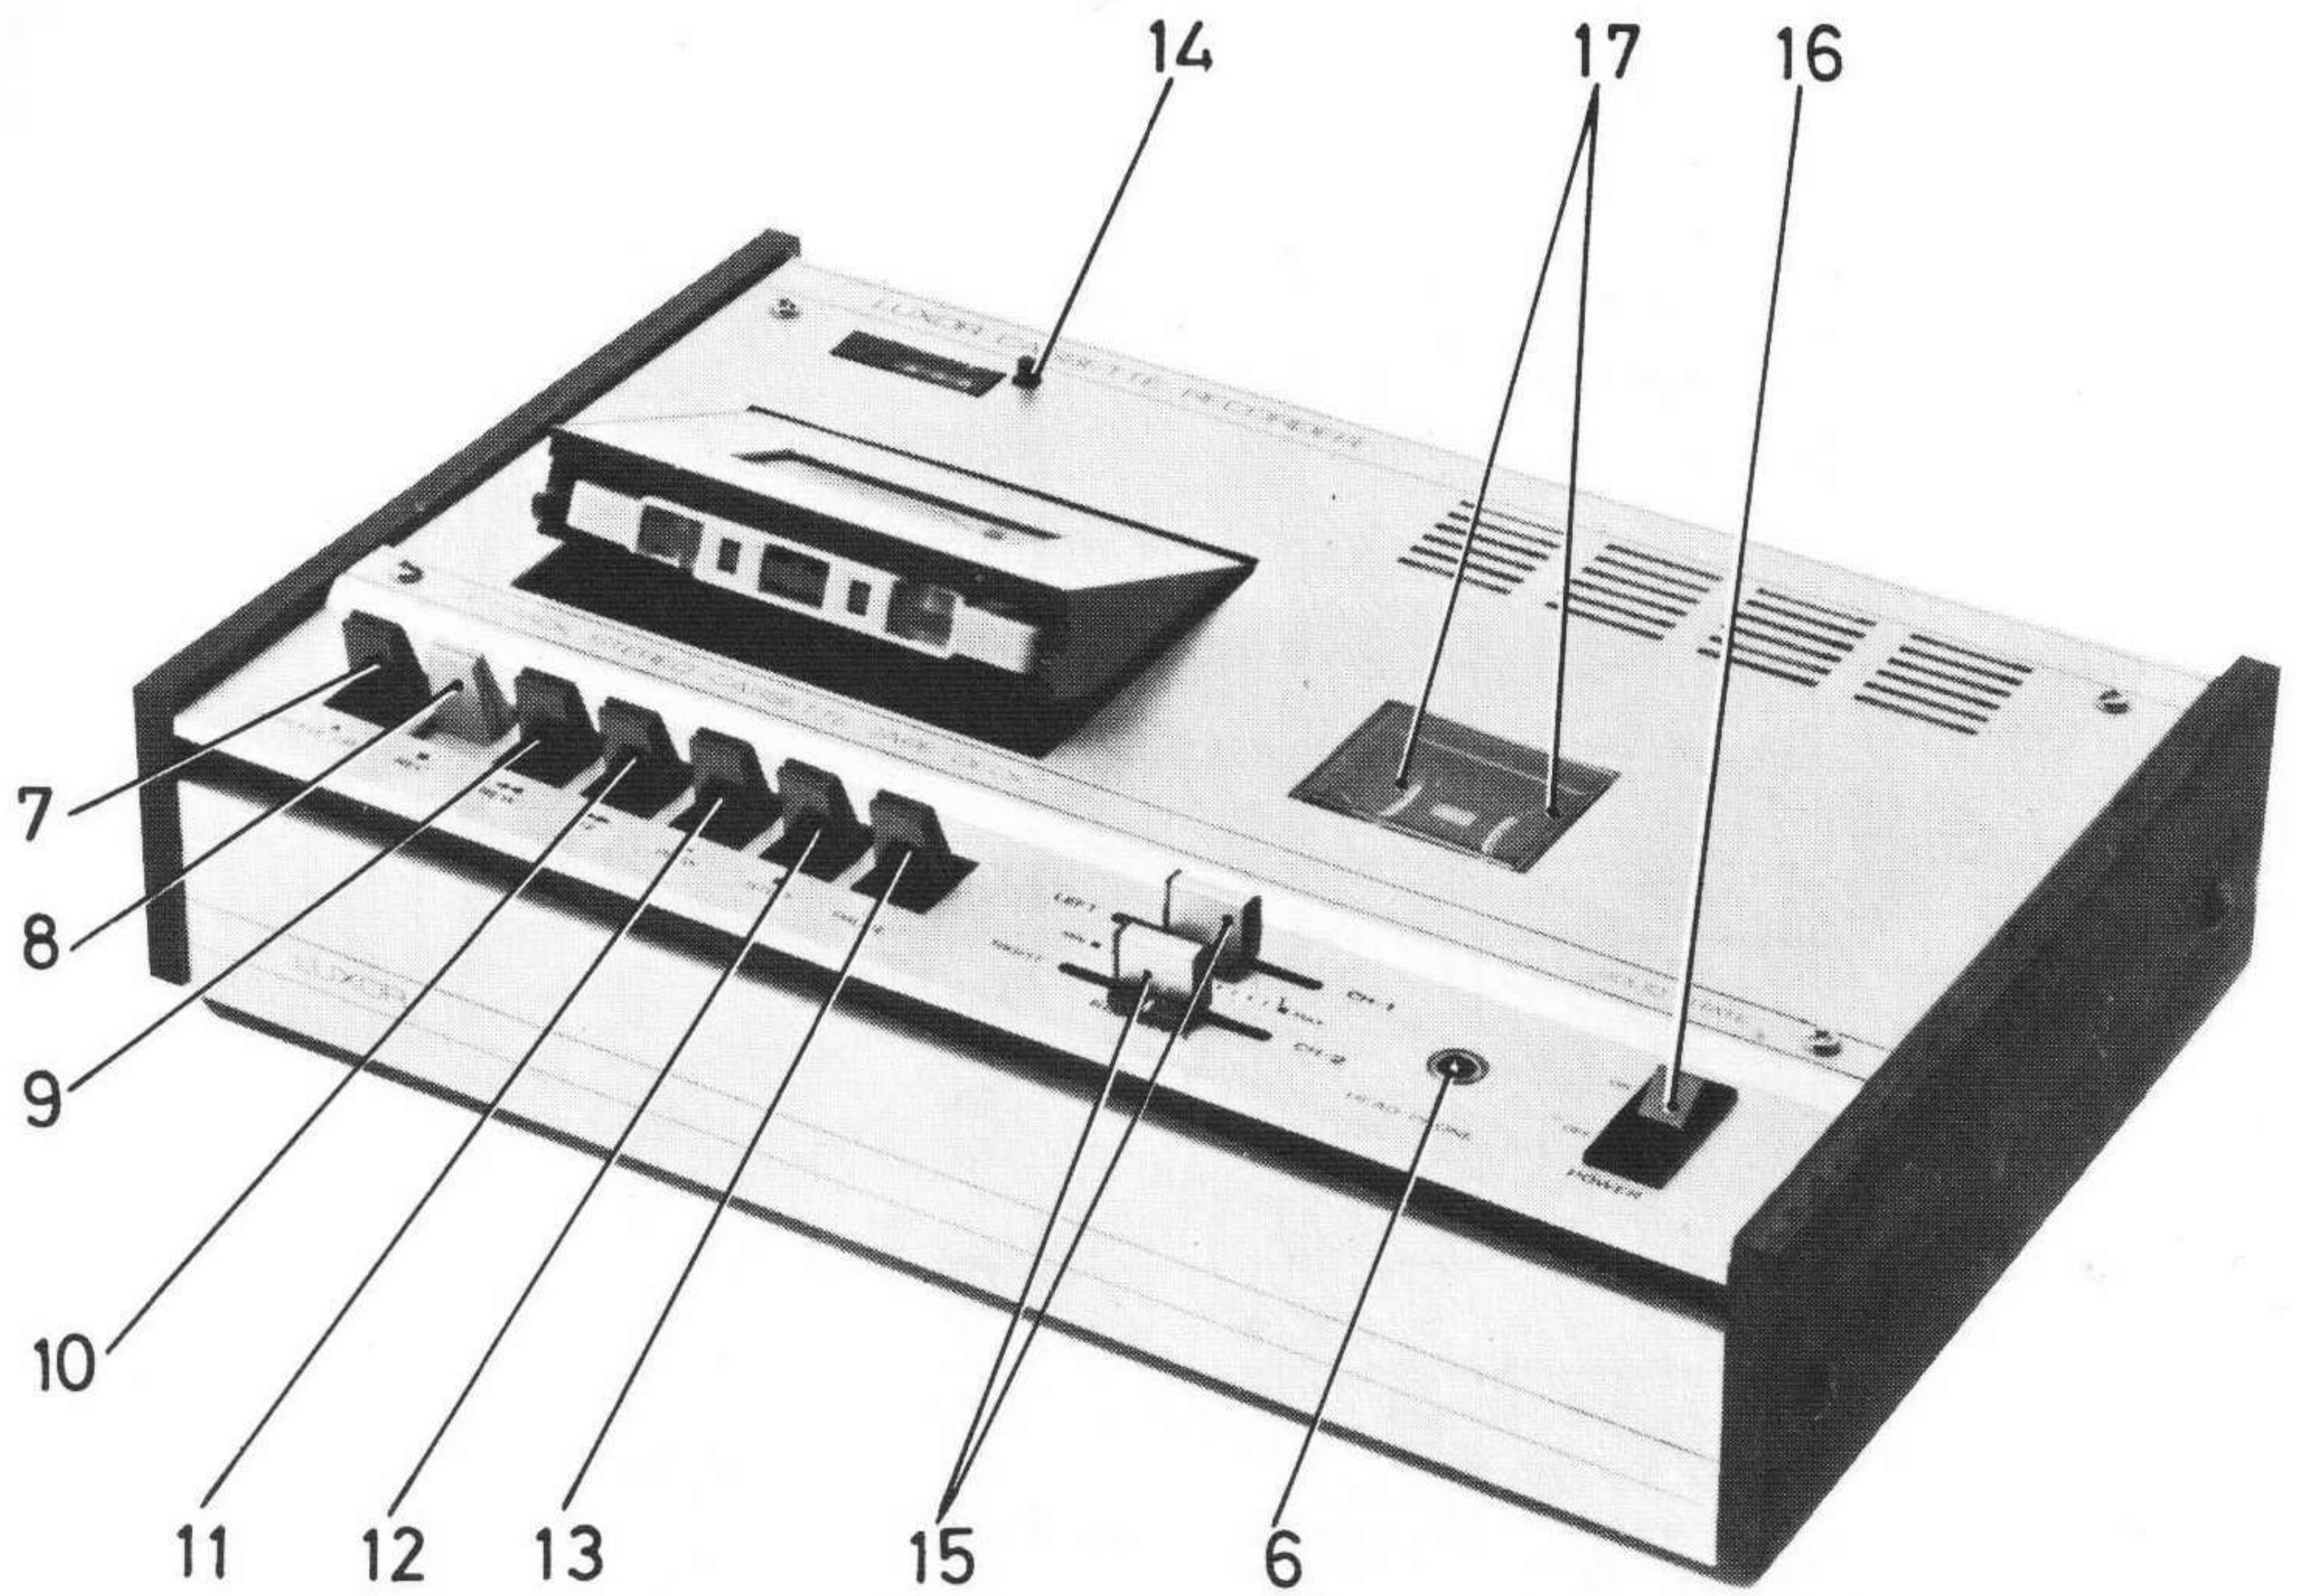
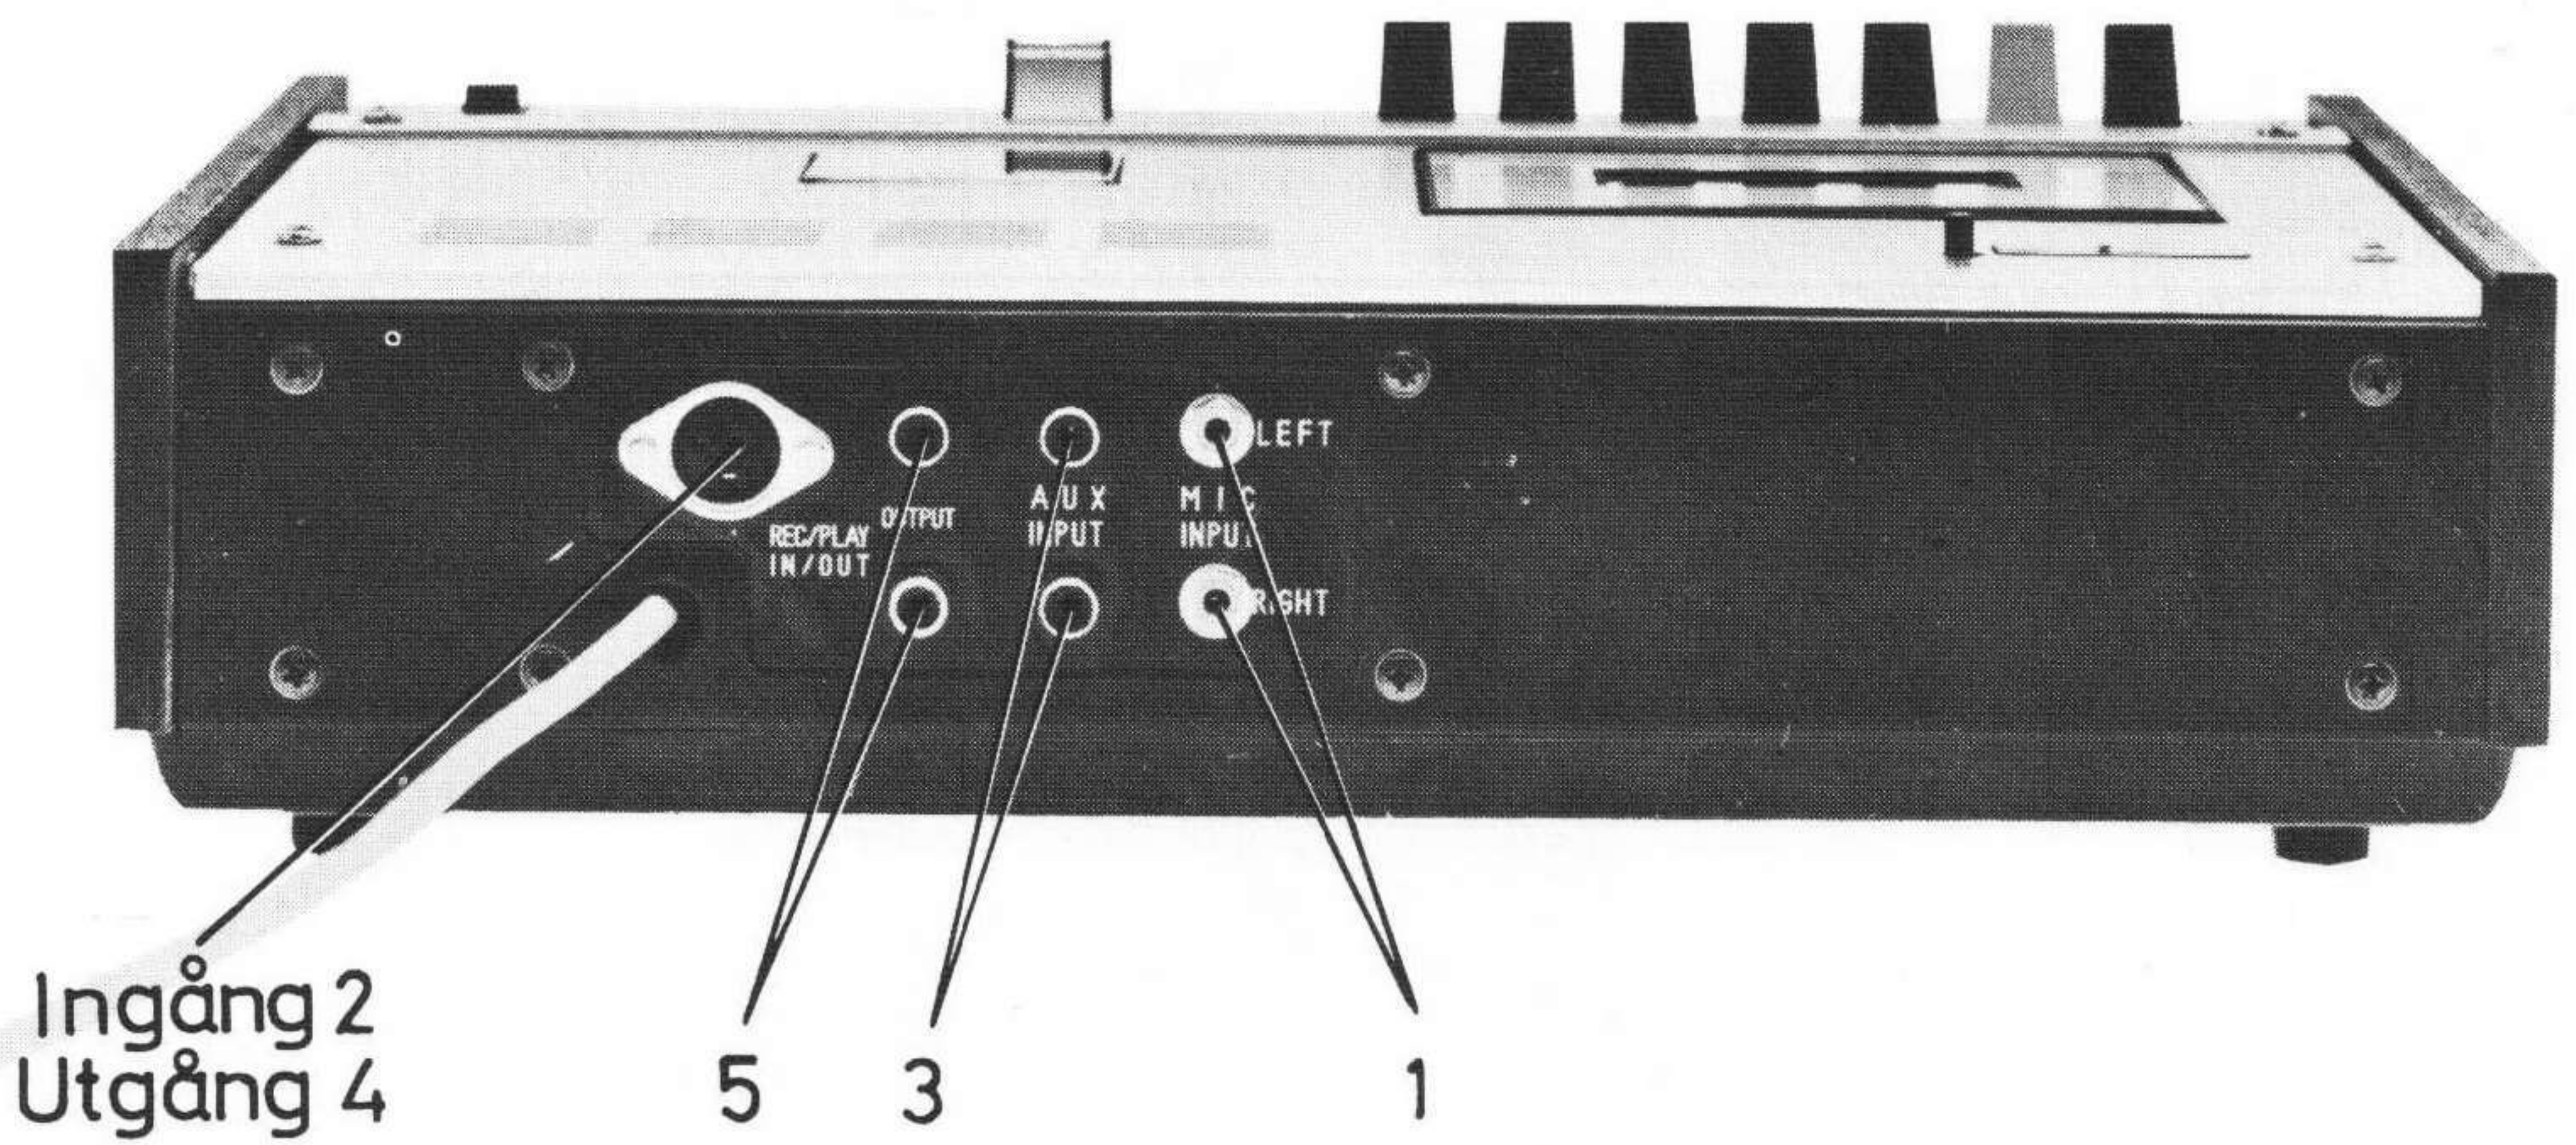

Fig. 1
Fig. 2
Anslutningar (Numren hänvisar till fig. 1 o. 2)
Den signal, som skall inspelas tas lämpligen direkt från den till DIN-kontakten fig 2 anslutna radion. De två volymkontrollerna skall ställas in så lågt att distorsion undviks. Rätta inställningen på volymkontrollerna (15) erhålles genom att reglera dem så att visarna på VU-metrarna (17) fig 1 hålles så nära de röda fälten som möjligt, dock utan att nå desamma.
- Tag bort de två volymknapparna (15) fig 1.